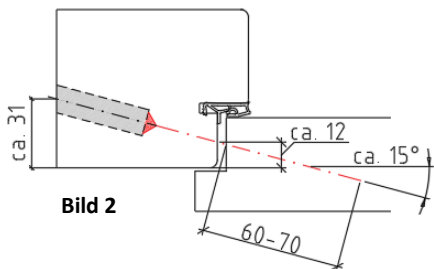

Bild 2
- Vorbohren des Rahmenstocks (\varnothing 5,5mm) sowie Ansenkung (\varnothing 14mm) mit ca. 35mm Tiefe - **Bild 2 und 3**
- Vorbohren der Oberblende (\varnothing 4.0mm) und der Distanzbeilagen – **Bild 2 und 3**